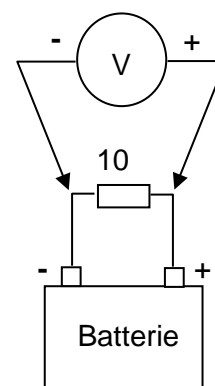

Figure 1
- mettre une résistance de 10 Ohms entre les bornes + et - de la batterie et mesurer la tension de la batterie (figure 1).